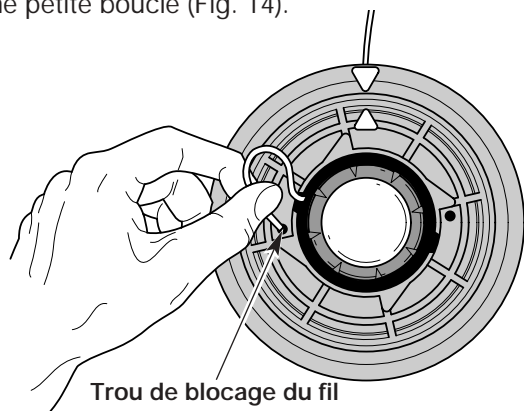

Fig. 14
5. Insérez le fil dans le trou de blocage (Fig. 14). N'enfoncez pas le fil de plus de 12,7 mm (1/2 po) dans le trou. S'il est inséré correctement, le fil forme une petite boucle (Fig. 14).